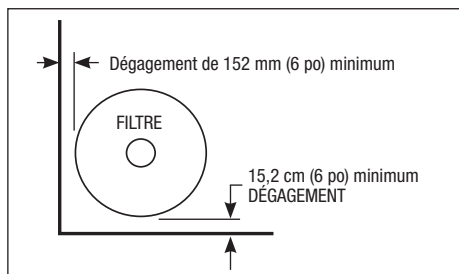

Figure 2. Emplacement du filtre
4. Laisser suffisamment d'espace autour du filtre. Voir la Figure 2.